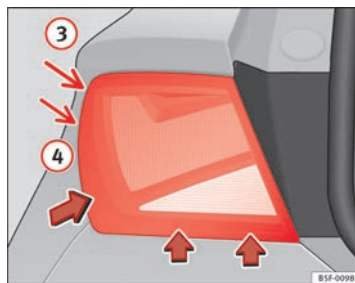

Fig. 193 Desmontar la unidad de luz trasera en la aleta
- Bascule el piloto en la dirección de las flechas hasta que salga de su alojamiento (posiciones ③ y ④) ⇒ fig. 193.